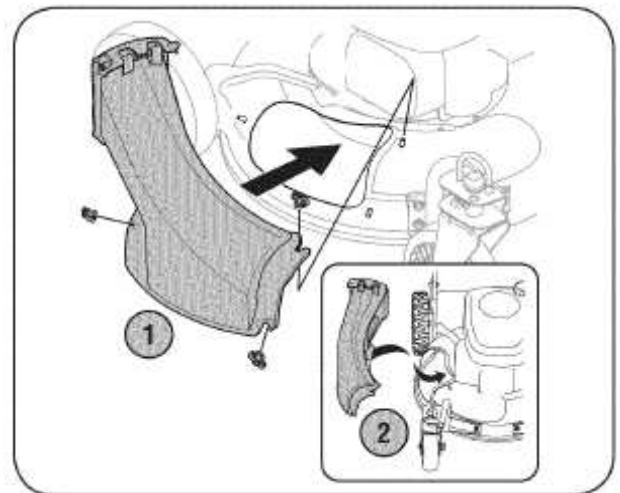

РИС. 4
1. Отвинтите три барашковые гайки, используемые для крепления дефлектора, и снимите дефлектор (см. Рис. 4).